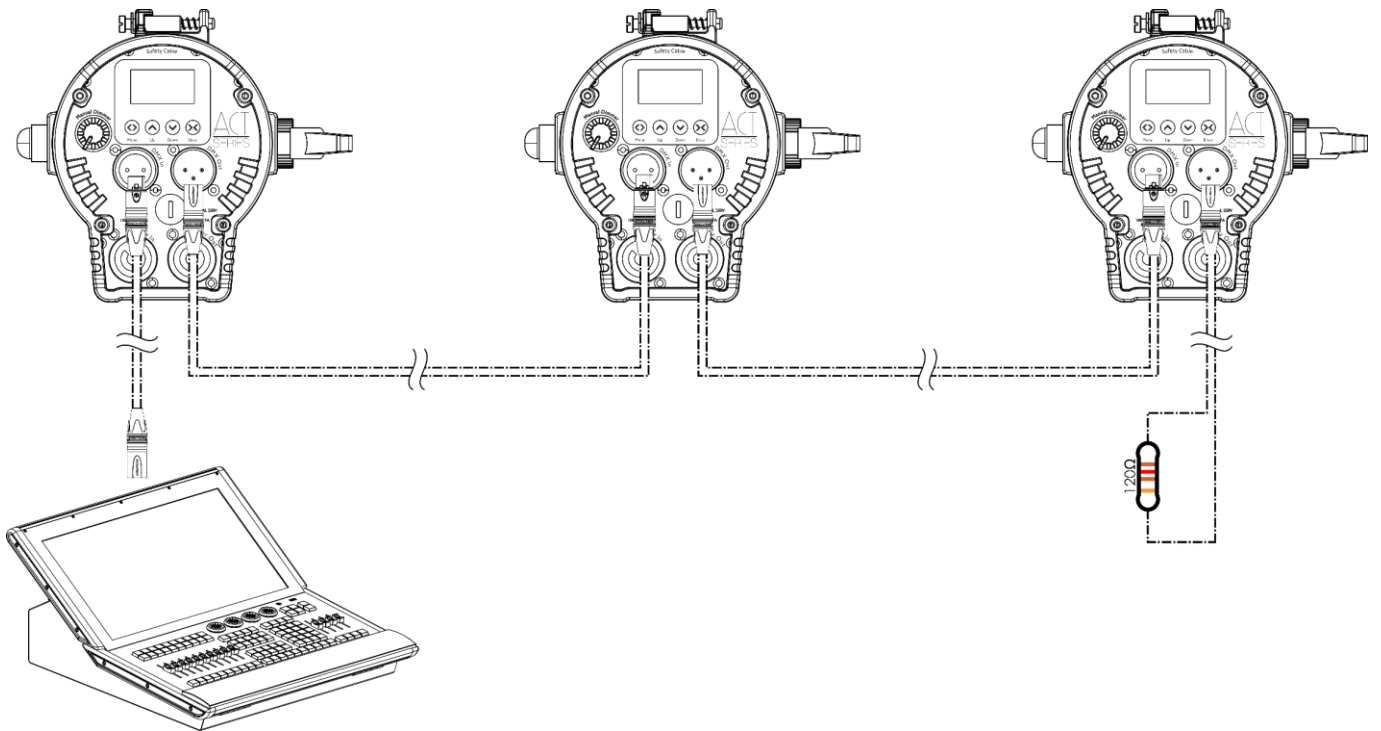

Fig. 17
- 03) Ripetere il passo 2 per collegare tutti i dispositivi in una catena a margherita, come illustrato nella Fig. 17.